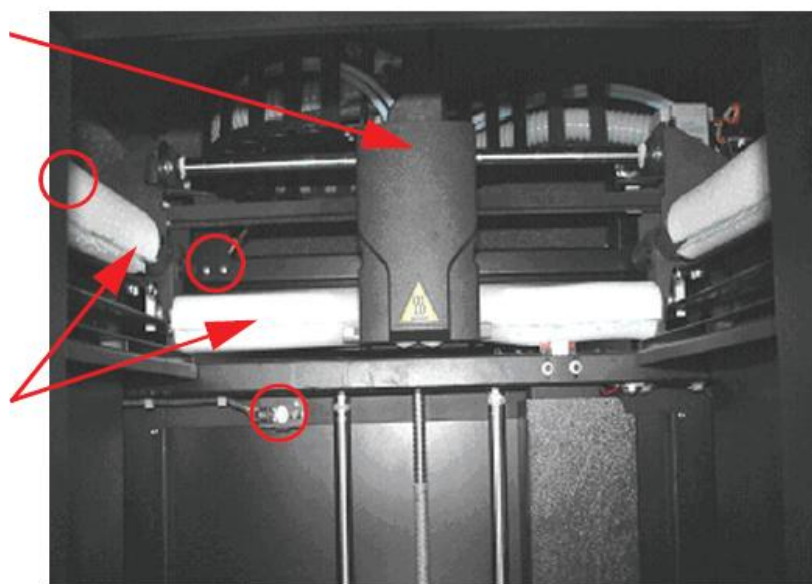

Figura 3: Tubos de Espuma isolando a cabeça de Extrusão da estrutura do eixo Z.
Remova os tubos de espuma que isolam a cabeça de extrusão da estrutura da impressora (veja figura 3). A impressora será danificada se for ligada com os tubos de espuma no lugar.
Tenha cuidado para não danificar os sensores das hastes quando remover os tubos de espuma. (veja figura 3).
8. Remova os tubos de espuma que isolam a cabeça de extrusão da estrutura da impressora (veja Figura 3).
Remova os tubos de espuma que isolam a Cabeça de Extrusão da Estrutura da impressora (veja Figura 3 na página 17). A impressora será danificada se ligada com os tubos de espuma no lugar.